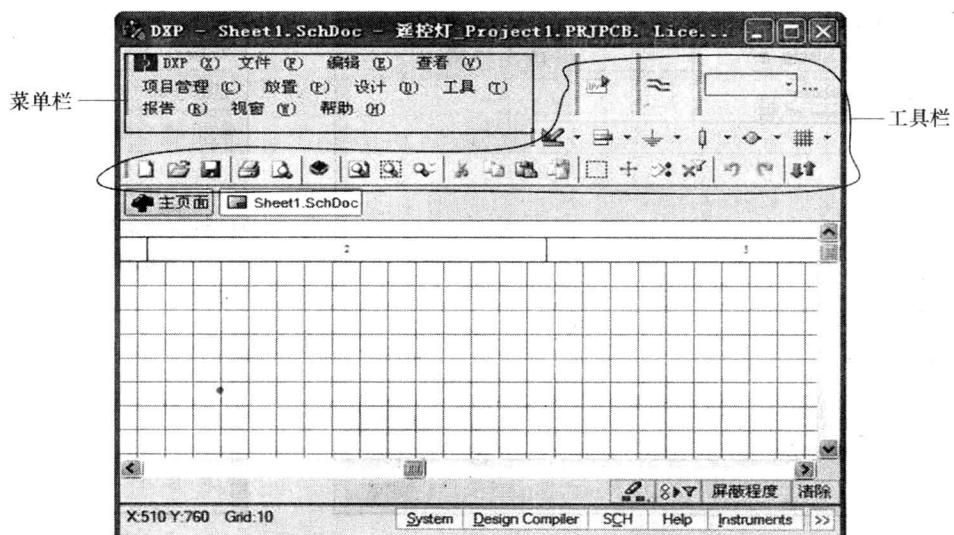

图 1-19 创建的原理图设计文件
② 创建的原理图设计文件（默认的文件名为 Sheet1.SchDoc）如图 1-19 所示。